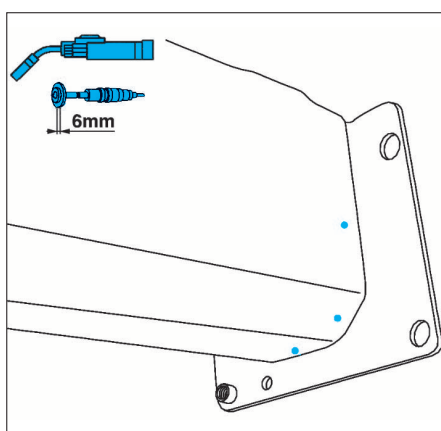

FIG. 18
- Après ajustage, souder au MIG ou avec une poutre électrique (Fig.18 à 21) puis meuler.